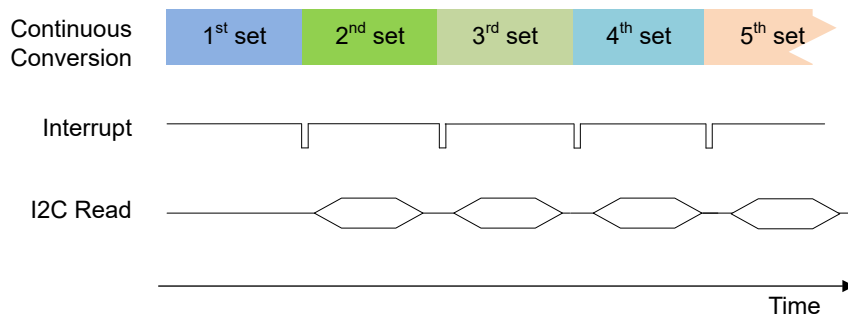

图 7-10. 使用交流线路电源进行连续转换
- 等待 $\overline{\text{INT}}$ 信号置为低电平以指示转换完成。当 $\overline{\text{INT}}$ 变为低电平时, 使用一个读取命令执行 16 位 T、X、Y、Z 寄存器读取 (请参阅图 7-10)。